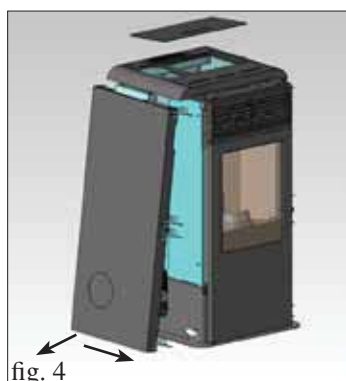

fig. 4
- Démonter le côté métallique gauche, en le déplaçant d'environ 2 cm vers la partie frontale du thermopoêle, en l'extrayant d'abord par le bas puis en le glissant par le dessus (fig.4).